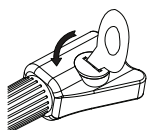

fig.1
---Gire la tapa de la batería con la llave (fig.1) y retírela.